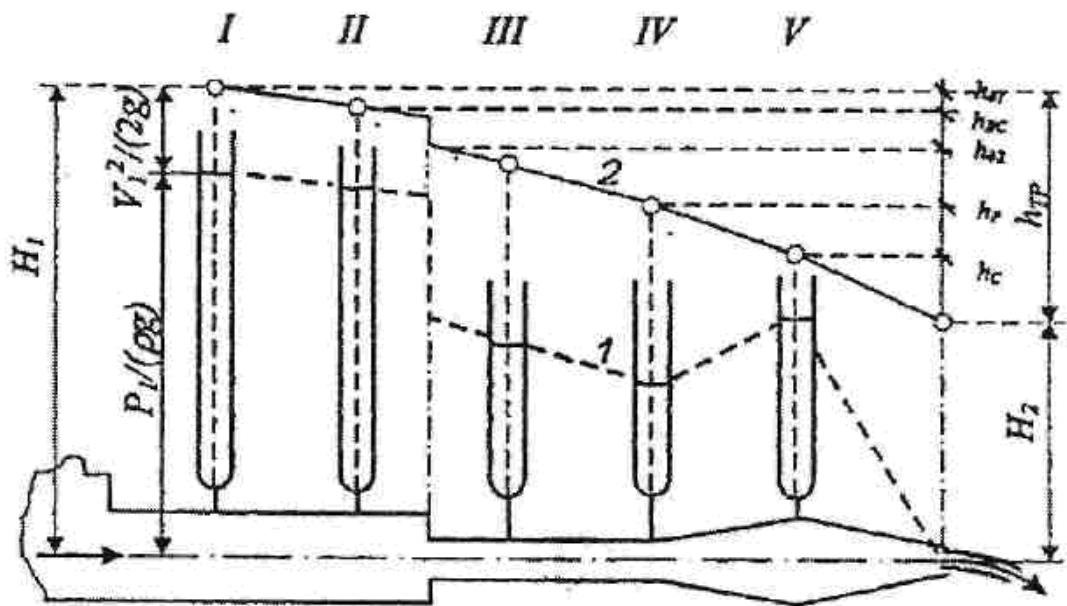

Рис. 1. Иллюстрация уравнения Бернулли:
1. Начертить в масштабе канал с пьезометрами (рис. 1).
3. Отложить от оси канала полные напоры (H) и соединить полученные точки, для получения напорной линии 2 (линии полной механической энергии).